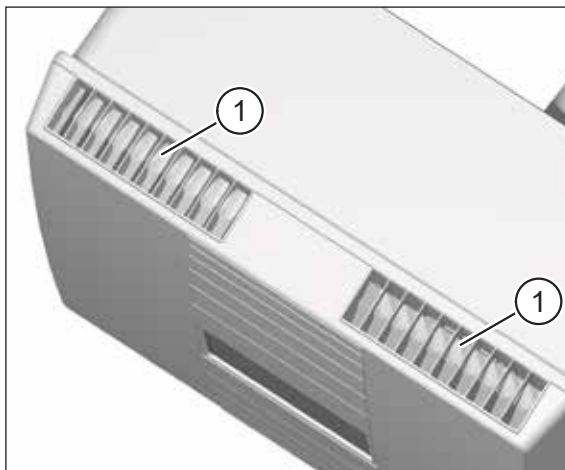
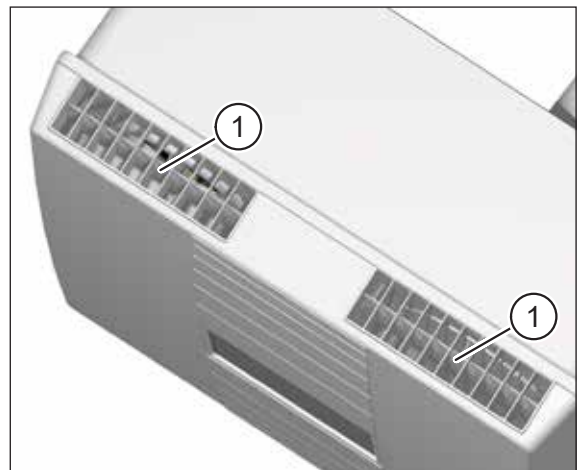

Abb. 15: Luftklappen geschlossen
Abb. 16: Luftklappen geöffnet
- ▶ Überprüfen Sie, dass die Öffnungen für Abluft und Zuluft (siehe Abb. 15 und Abb. 16) frei sind.
- ▶ Überprüfen Sie die Stellung der Luftklappen (siehe Abb. 15 und Abb. 16) an der Abluft- und Zuluftöffnung.
- Ist das Lüftungsgerät ausgeschaltet oder stromlos, sind beide Luftklappen geschlossen (siehe Pos. 1 in Abb. 15).
- Beim Einschalten öffnen sich beide Luftklappen (siehe Pos. 1 in Abb. 16).